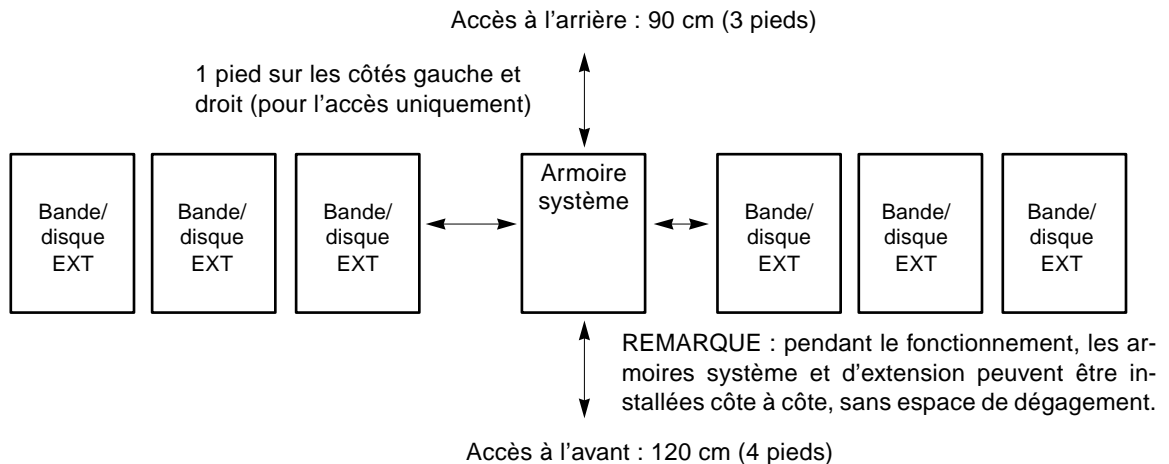

FIGURE 1-5 Zones d'accès du serveur monté en armoire — Vue de dessus
- Réservez environ 120 cm (4 pieds) d'espace à l'avant et 90 cm (3 pieds) à l'arrière du serveur pour permettre l'accès au personnel de maintenance (FIGURE 1-5).